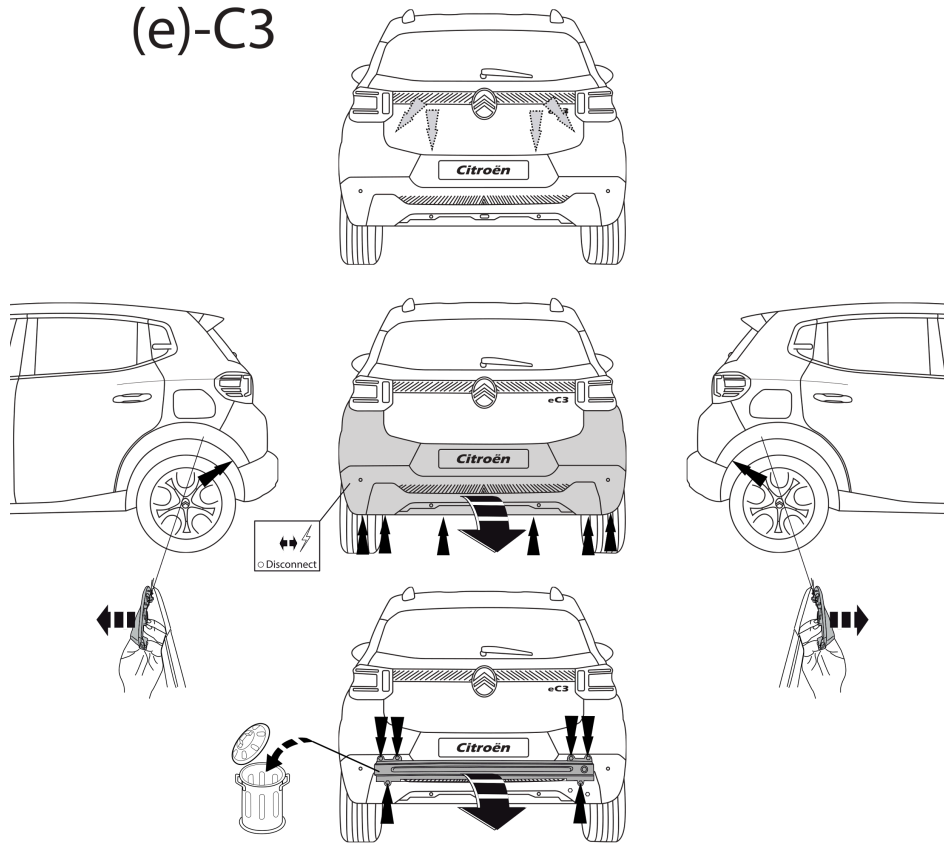

Fig. 7
2. Citroën (e)-C3/DS 3: Снять бампер вместе со буферным брусом автомобиля. Буферный брус больше не понадобится. См. рисунок 7 & 8.